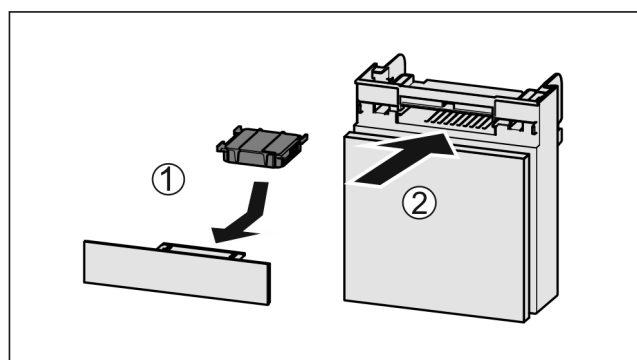

Fig. 182
- Aktivkohlefilter nach Abbildung einsetzen Fig. 182 (1).
- Fach einschieben Fig. 182 (2).